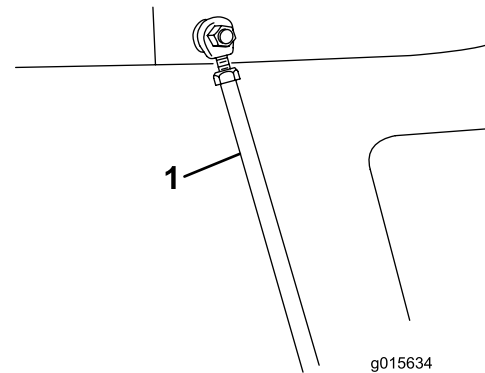

Figure 21
5. Fixez les biellettes de la trémie sur le cadre à l'aide des goupilles fendues (Figure 21).